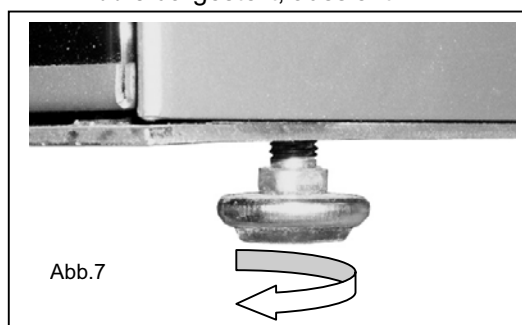
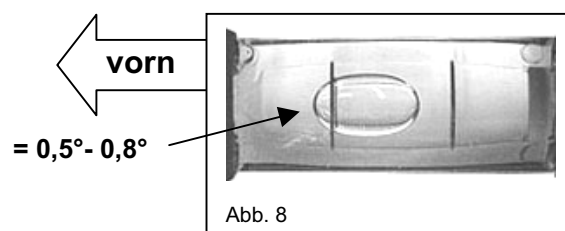

Abb.7
Abb. 8
- Stellfüße (vorn) durch Drehen so verstellen (Abb.7), dass die Anzeige der Wasserwaage wie in Abb.8 dargestellt, aussieht.